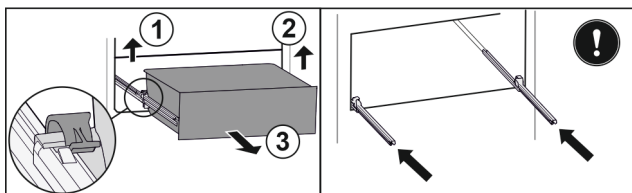

Fig. 64
- ▶ Løft venstre klemme og trekk samtidig skuffen fremover til venstre. Fig. 64 (1)
- ▶ Løft høyre klemme og trekk samtidig skuffen fremover til høyre. Fig. 64 (2)
- ▶ Ta ut skuffen framover. Fig. 64 (3)